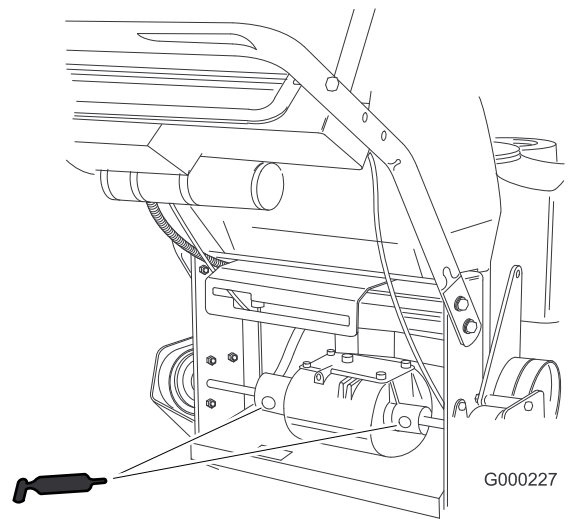

Figura 22
4. Rimuovete il tappo d'ingrassaggio delle ruote posteriori. Lubrificate i cuscinetti posteriori (Figura 22).
Lubrificate i giunti di trasmissione collocati nella parte posteriore della macchina (Figura 22).